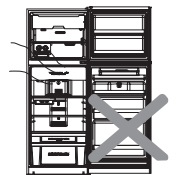

Fig. 11
- No deje la puerta abierta más de lo necesario, esto hará disminuir la eficiencia del refrigerador y aumentará el consumo de energía. Asegúrese que las puertas estén bien cerradas en todo momento. Ver Fig 11.